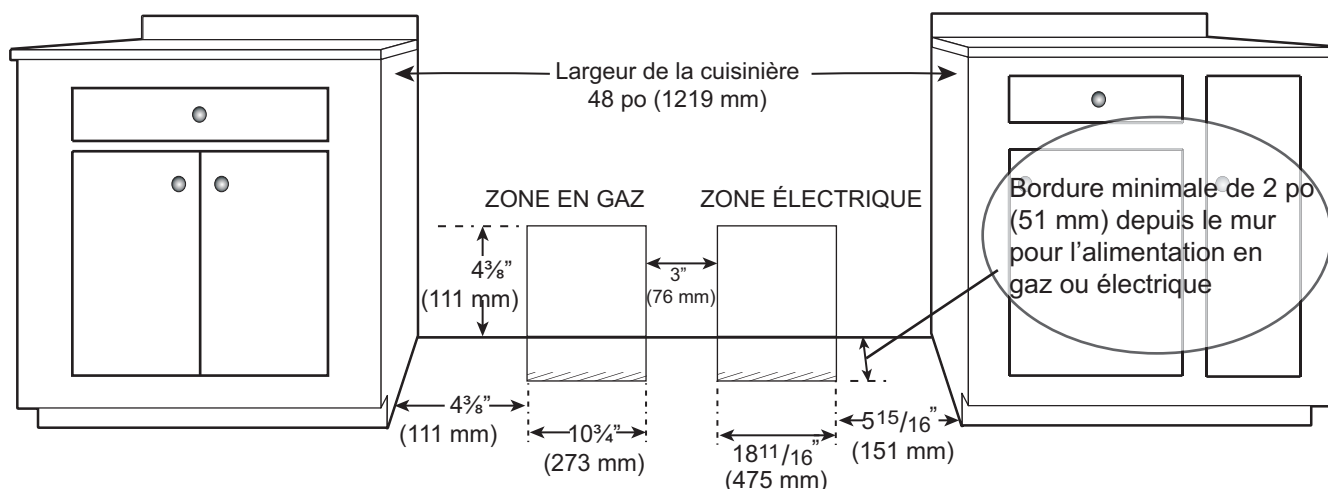

Figure 4 : Emplacement de l'alimentation électrique et en gaz pour les cuisinières à combustion jumelée
- Les entrées d'électricité et de gaz doivent se trouver dans les zones indiquées à la Figure 4.